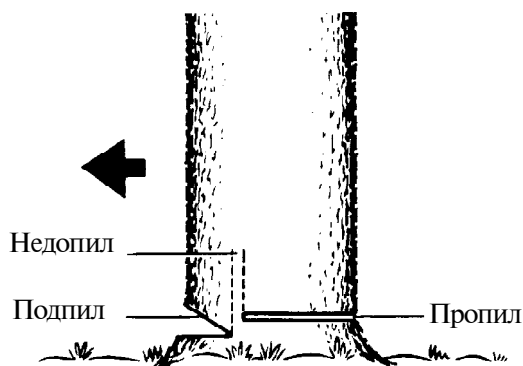

Рисунок 3.16
Основной пропил выполнять несколько выше уровня основания подпила. Выполнять пропил строго горизонтально. При выполнении пропила оставлять перед подпилем недопил примерно 1/10 диаметра ствола. Этот недопил действует как шарнир и дает возможность контроля падения дерева, см. рисунок 3.16.
3.4.5 Подпил выполнять с той стороны, в которую намечено сваливать дерево, см. рисунок 3.16.